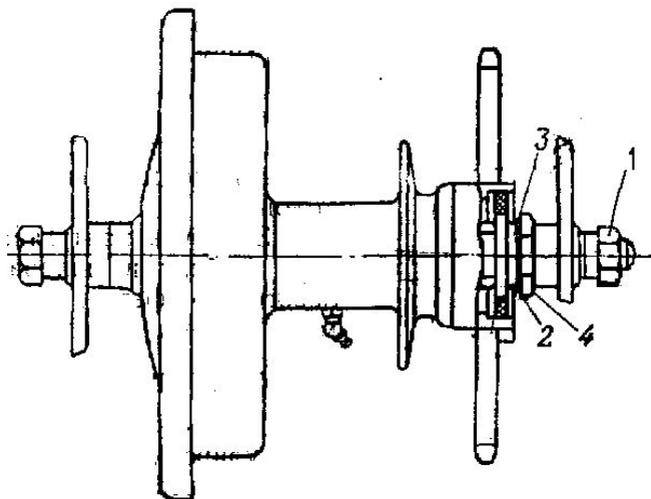

Рис. 33. Регулировка подшипников заднего колеса:
2. Отвернуть на шесть-семь оборотов гайку 1 (рис.33) оси колеса.